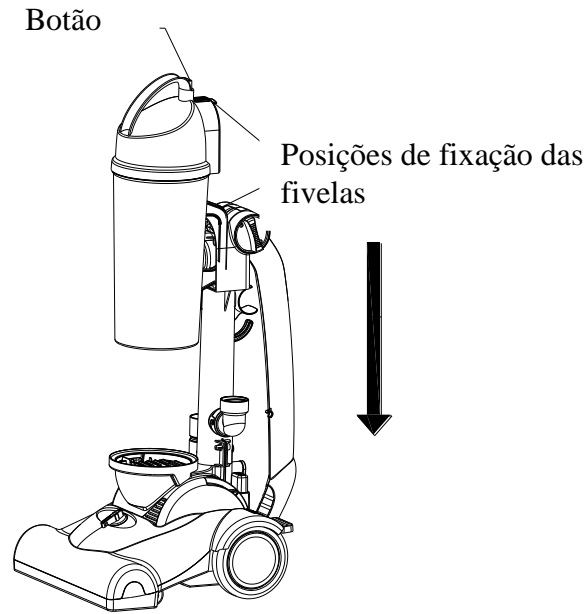

Fig. 2
- iii. Cubra a tampa do depósito de pó verticalmente no depósito de pó e rode-a até encaixar no depósito na perfeição (consultar a Fig. 2).
- iv. Insira a combinação da tampa do depósito de pó e o depósito de pó mencionada no passo anterior ca combinação da tampa superior do motor e escova eléctrica (consultar a Fig. 2).